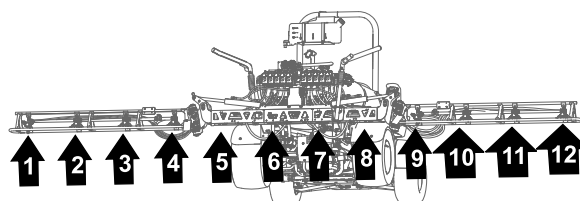
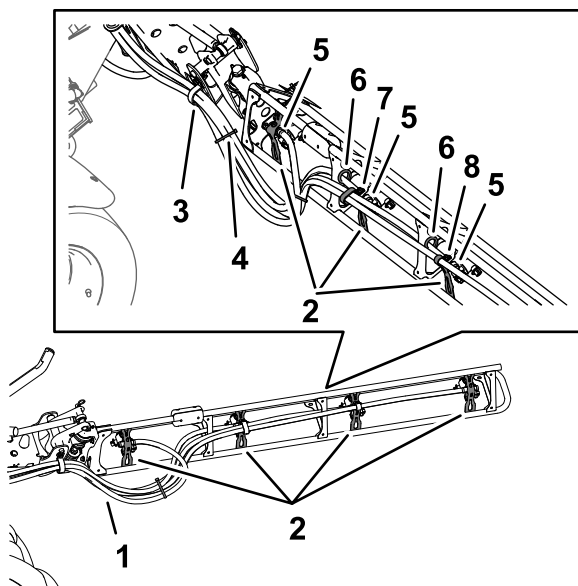

Figura 128
Figura 129
1. Enrute las mangueras de las boquillas de fumigación 1, 2, 3 y 4 a través de la abrazadera en R en el extremo exterior izquierdo de la sección de fumigación central (Figura 128 y Figura 129).
- Enrute las mangueras de las boquillas de fumigación 7, 8, 9 y 10 a través de la abrazadera en R en el extremo exterior derecho de la sección de fumigación central (Figura 128 y Figura 129).
- Enrute las mangueras de suministro de 279 cm y los conectores de manguera dentados (¾") por la sección de fumigación hasta las boquillas de fumigación 1 y 10, según se muestra en la Figura 128 y la Figura 129.
- Enrute las mangueras de suministro de 234 cm y los conectores de manguera dentados (¾") por la sección de fumigación hasta las boquillas de fumigación 2 y 9, según se muestra en la Figura 128 y la Figura 129.
- Enrute las mangueras de suministro de 188 cm y los conectores de manguera dentados (¾") por la sección de fumigación hasta las boquillas de fumigación 4 y 8, según se muestra en la Figura 128 y la Figura 129.
- Enrute las mangueras de suministro de 188 cm y los conectores de manguera dentados (¾") por la sección de fumigación hasta las boquillas de fumigación 4 y 7, según se muestra en la Figura 128 y la Figura 129.
- Agrupe las 4 mangueras de las boquillas de fumigación con una brida, como se muestra en la Figura 129.